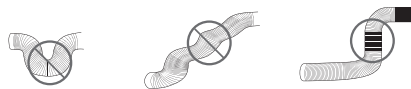

Рис. 3
- При подсоединении шланга-воздуховода и изменении его длины не допускайте провисаний и изгибов (см. Рис. 3).